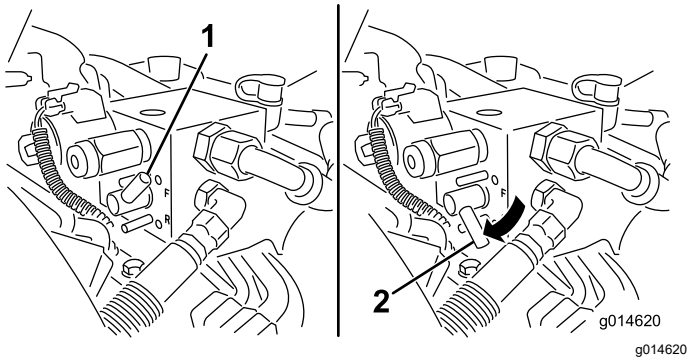

Figure 58
5. Tournez le levier de rodage à la position de rotation ARRIÈRE (R) (Figure 58).